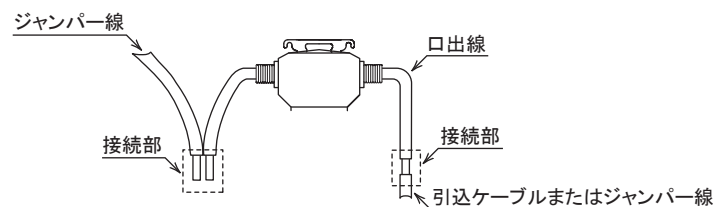

図 8 高圧回路の接続例
①電源側、負荷側を逆に接続しますと、自構内の地絡事故で動作せず他需要家の地絡事故で不必要動作を起こします。
②口出線の接続は、雨水が浸透しないよう下向きに接続するか、防水圧縮スリーブ接続などの方法により接続部の絶縁および防水処理を確実に施してください。(図8)